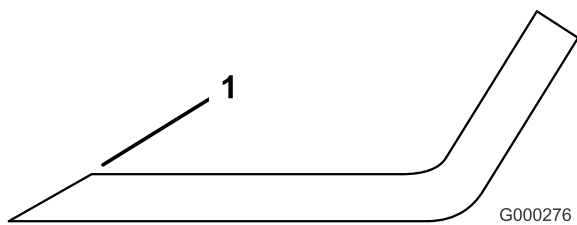

Figure 80
1. Au moyen d'une lime, aiguiser les tranchants aux deux extrémités de la lame (Figure 80).